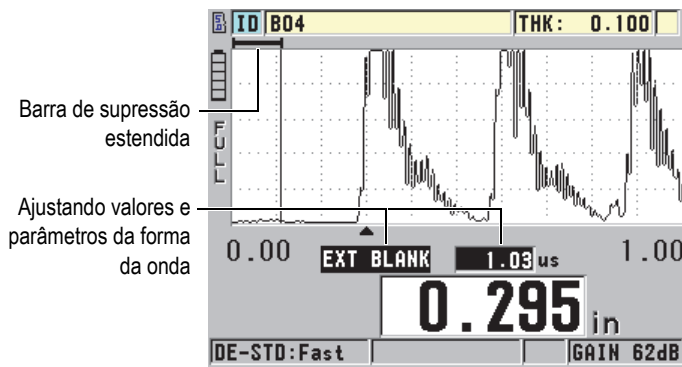

Figura 9-2 Ajustando o comprimento da supressão estendida
1. Pressione [GAIN/WAVE ADJ] (somente quando a onda estiver ativa). Os parâmetros de ajustes de forma da onda e seu valor aparecem na tela de medição (veja Figura 9-2 na página 166).
3. Utilize as teclas [▶] ou [◀] respectivamente para aumentar ou diminuir o valor do vazio até que ecos precoces não desejados sejam excluídos da detecção. A barra horizontal localizada na parte superior esquerda da tela indica o comprimento da onda da supressão estendida (veja Figura 9-2 na página 166).